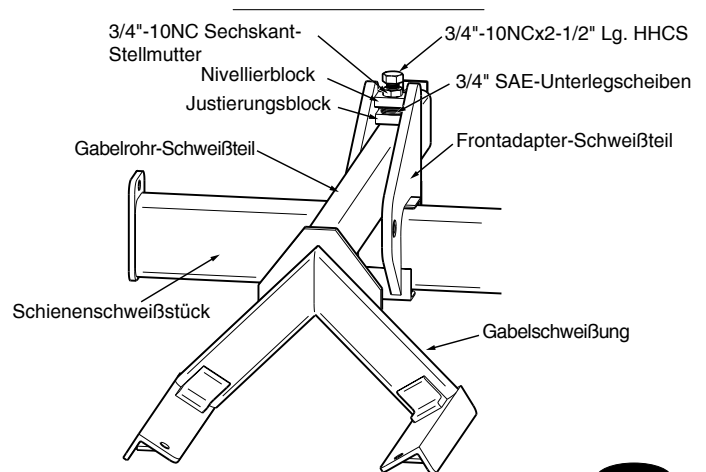

Abb. 34
1. 3/4" SAE Unterlegscheiben müssen zwischen dem Nivellierblock und dem Einstellblock angebracht werden. (5) qty. Unterlegscheiben werden benötigt, wenn der Boden vollständig eben ist.
2. 3/4"-10NC Kontermutter auf 3/4"-10NC x 2-1/2" Lg. HHCS aufsetzen und anziehen, bis die Mutter dicht am Schraubenkopf anliegt, siehe Abb. 34.